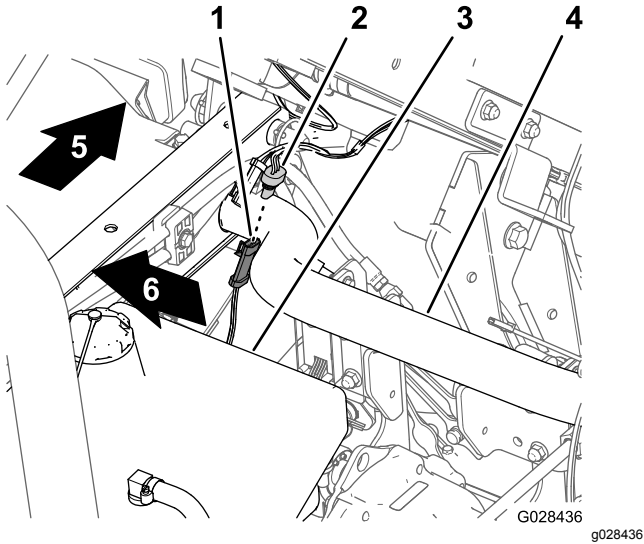

図 17
1. スプレーヤ用のワイヤハーネスの中から、速度センサー回路用の3口のコネクタを探し出す (図 17)。
2. 車両のトランスアクスルで、車両側の速度センサー用ワイヤハーネスの3ピンコネクタを、スプレーヤのハーネスの3口コネクタに接続する (図 17)。